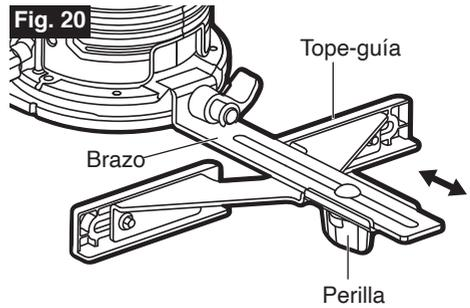

Fig. 21
2. Con la profundidad de corte establecida, coloque la herramienta sobre el borde de la pieza de trabajo, asegurándose de que el cortador no entre en contacto con la pieza de trabajo (Fig. 21).